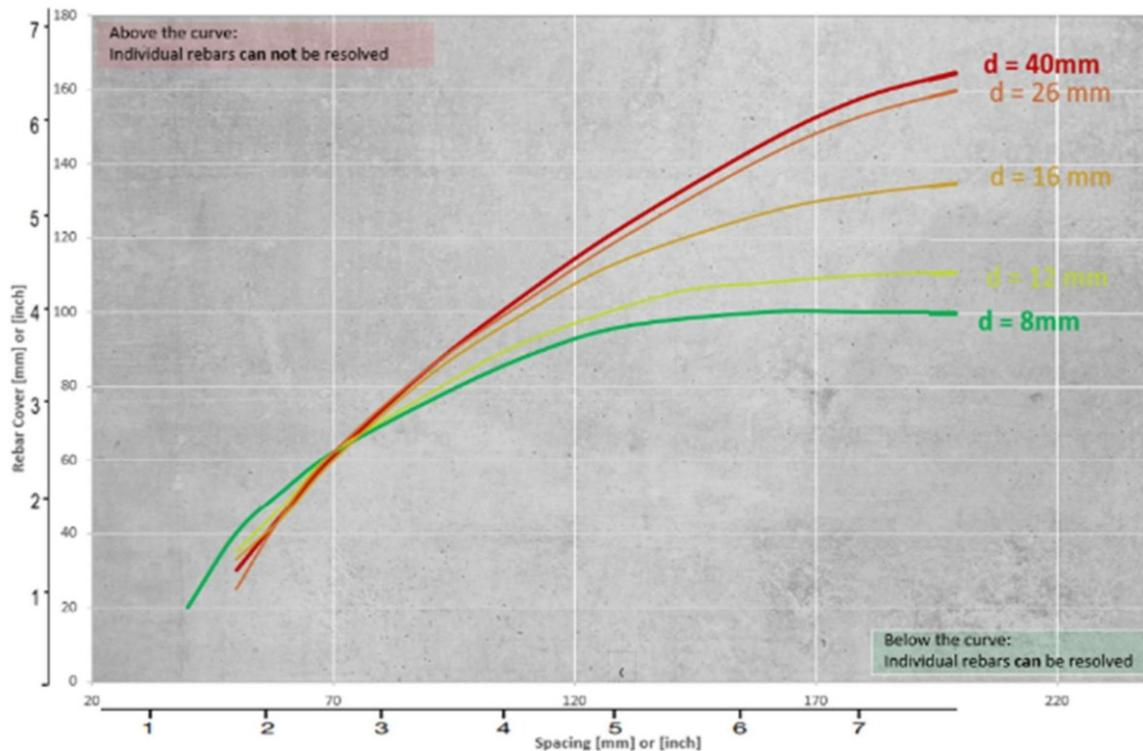

Abbildung 31: PM8000 Auflösungsdiagramm
- ❗ Es gibt einen Grenzwert für den Mindestabstand von Bewehrungsstäben, der differenziert werden kann. Dieser Wert ist abhängig von der Überdeckungstiefe und dem Bewehrungsdurchmesser. Es ist nicht möglich, zwischen einzelnen Bewehrungsstäben oberhalb dieser Grenzen zu unterscheiden, wenn man die in Abbildung 31 dargestellten Bewehrungsstabdurchmesser zugrunde legt.